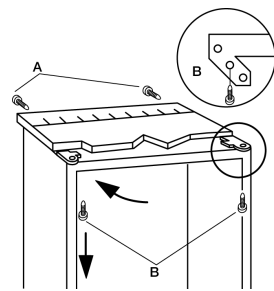

ABB. 2
- Bringen Sie in der Arbeitsfläche eine Belüftungsöffnung (Abb. 2) an.
Beachten Sie bitte die empfohlene Entfernung des Geräts zur Hinterwand (Abb. 2).